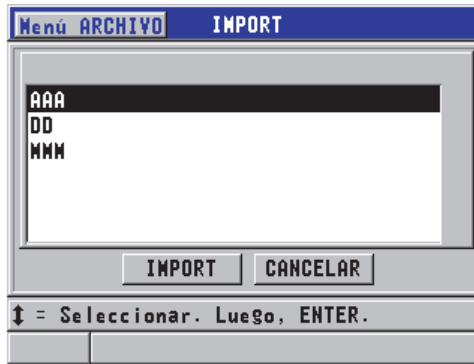

Figura 11-3 Pantalla IMPORT (o IMPORTAR)
5. En la pantalla **IMPORT** (véase la Figura 11-3 en la página 214):